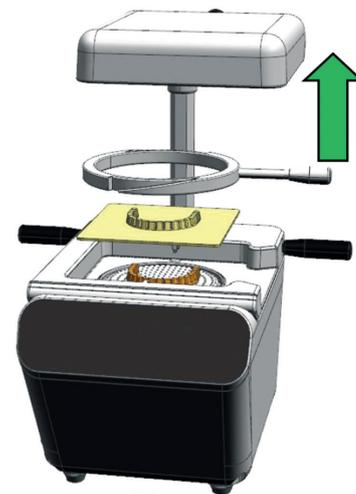

图6
7. 待成型片完全冷却后, 逆时针旋转并取下上活动座, 然后取出成型片 (图6)。